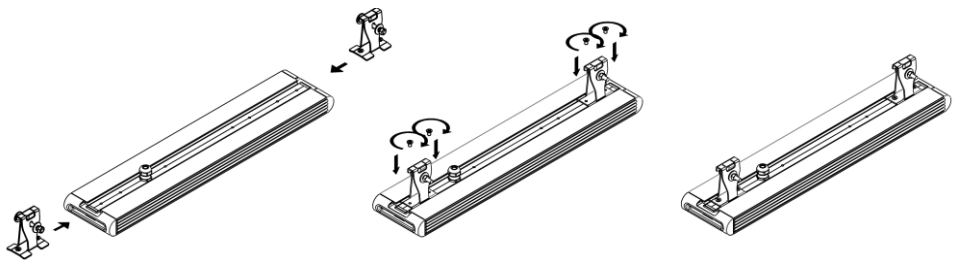

Рисунок 8 — Установка крепления Трос (на примере Element 0,5x1).
5.9.1. Распакуйте крепление и установите на светильнике (см рисунок 8). Заведите крепление в паз на корпусе светильника. Для фиксации крепления на корпусе светильника имеются 4 отверстия. Совместите отверстия на креплении с отверстиями на корпусе. Шаг между винтами на креплении должен совпасть с шагом между винтами на корпусе. Вкрутите четыре винта М5, идущих в комплекте для фиксации крепления на корпусе светильника. Крепление должно встать симметрично поперечной оси светильника (см рисунок 4, е)